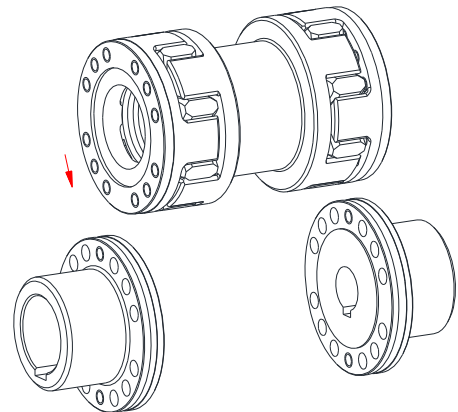

Bild 10: Montage der Baugruppe
- Setzen Sie die zusammengesteckten Teile zwischen die Kupplungsflansche (siehe Bild 10).